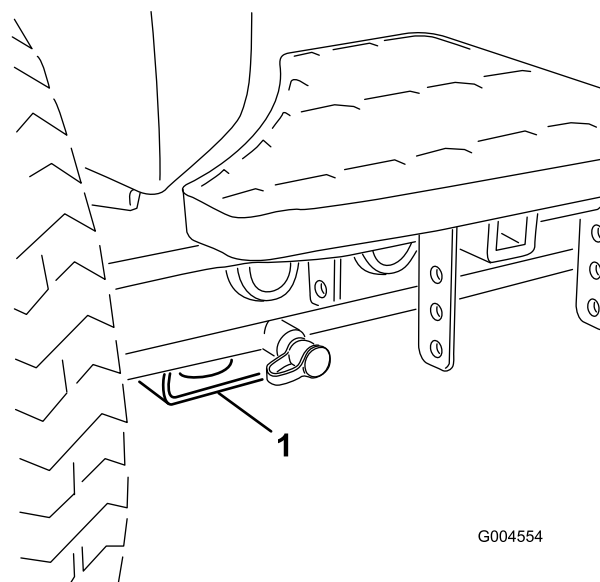

Figura 56
- Anteriore – supporto rettangolare, sotto il tubo dell'assale, all'interno delle ruote anteriori (Figura 56).